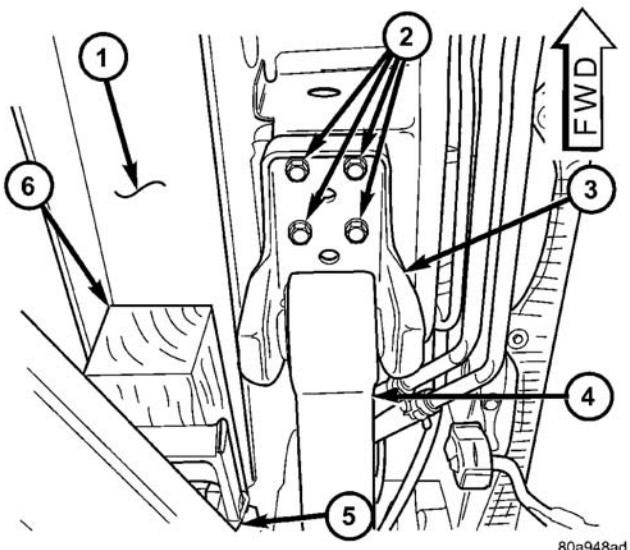

图 26 举升部位和板簧支座
(a) 用需要维修的车辆一角的举升臂抵住放在车身底框梁上面的木块，如图所示 (图 26)。
(6) 使用支承架缓慢降下后桥, 让后簧自由悬挂。
(7) 松开并卸下后板簧前支座的 4 个螺栓 (图 26)。
(1) 将后簧的前卷耳装入后簧前支座内。安装枢轴螺栓和螺母。此时不要拧紧枢轴螺栓。
(2) 调整后簧的前支座位置, 使后簧靠着车身底部。安装前支座的 4 个固定螺栓 (图 26)。紧固 4 个固定螺栓至 $61 \text{ N} \cdot \text{m}$ (45 ft.lbs.) 的扭矩。